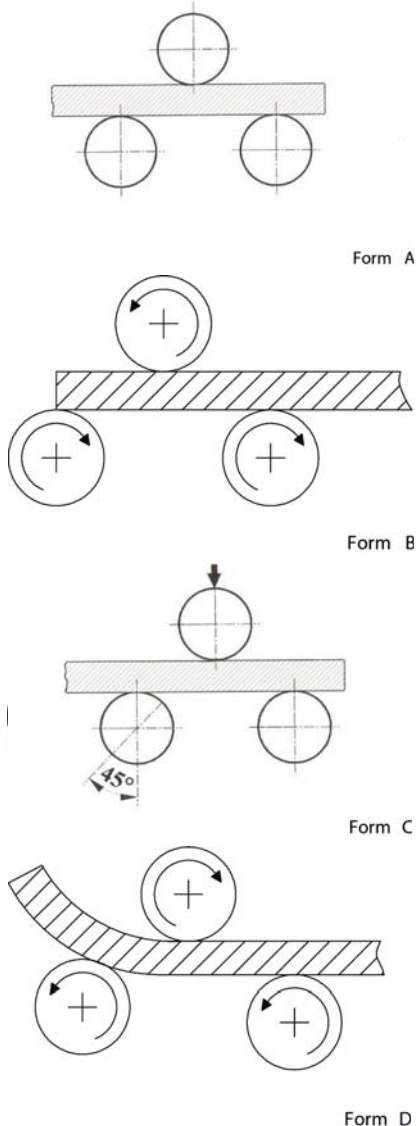

Abb. 12: Profil biegen
Schritt 5: Die obere Rolle nach oben schrauben und zwischen oberer Rolle und unteren Rollen einen so großen Abstand einstellen, dass das zu biegende Profil dazwischen gelegt werden kann (Abb. 12, Form A).
Schritt 6: Die obere Rolle soweit abwärts schrauben, bis das zu biegende Profil die obere und die unteren Rollen berührt - das ist die „Neutralstellung“. Das Profil muss parallel zu den unteren Rollen liegen (Abb. 12, Form A) und alle drei Rollen gleichzeitig berühren.
Schritt 7: Das zu biegende Profil nach links und/oder rechts bewegen. Es muss mit einem Ende zwischen der oberen und den unteren Rollen eingeklemmt sein (Abb. 12, Form B).
Schritt 8: Die obere Rolle abwärts schrauben, um mehr Druck auf das zu biegende Profil auszuüben und leicht vorzubiegen (Abb. 12, Form C).